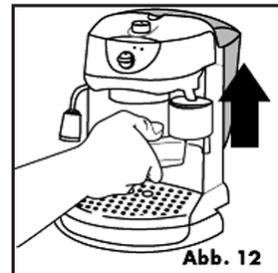

Abb. 12
3. Das Kaffeepulver gleichmäßig verteilen und mit dem Kaffeepulverstopfer leicht pressen (Abb. 12).